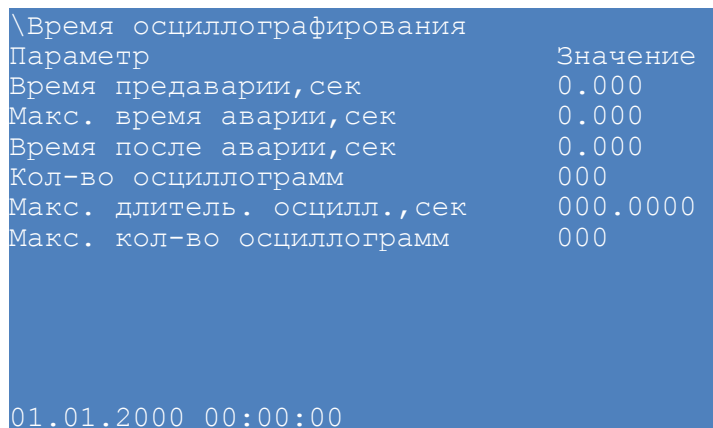

Рисунок 29 – Внешний вид пункта меню **Время осциллографирования**
2.7.2.5.4 Пункт меню **Время осциллографирования** (см. рисунок 29) позволяет задавать следующие параметры осциллографирования: